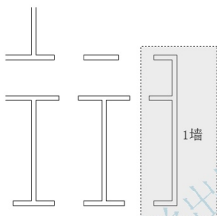

图 2.137 选择要合并的墙线
② 在**选定的对象不是多段线,是否将其转换为多段线? <Y>**:提示下,按 Enter 键执行尖括号内的默认值“Y”,表示要将 1 墙外墙线转化为多段线。
③ 在**输入选项 [闭合(C)/合并(J)/宽度(W)/编辑顶点(E)/拟合(F)/样条曲线(S)/非曲线化(D)/线型生成(L)/放弃(U)]**:提示下,输入“J”后按 Enter 键,表示要执行【合并】子命令。
④ 在**选择对象**:提示下,按照图 2.137 所示选择对象后按 Enter 键,以确定将要合并的墙。通过①~④步的操作,把选择的 11 条线和 1 墙外墙线连成了一根封闭的多段线。